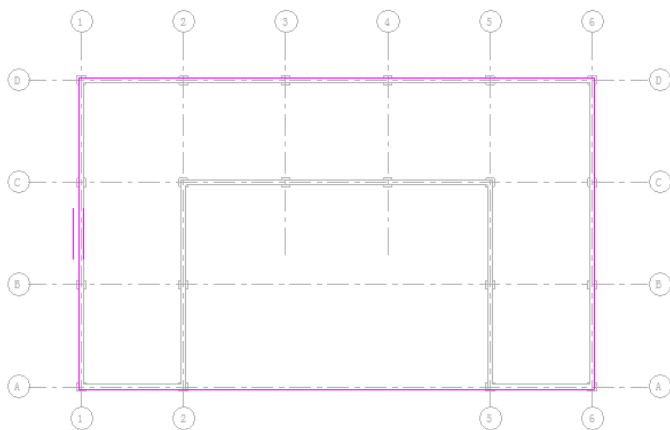

图 11-9 闭合边界
(8) 采用相同的方法，使草图或边界形成闭合环，如图 11-9 所示。